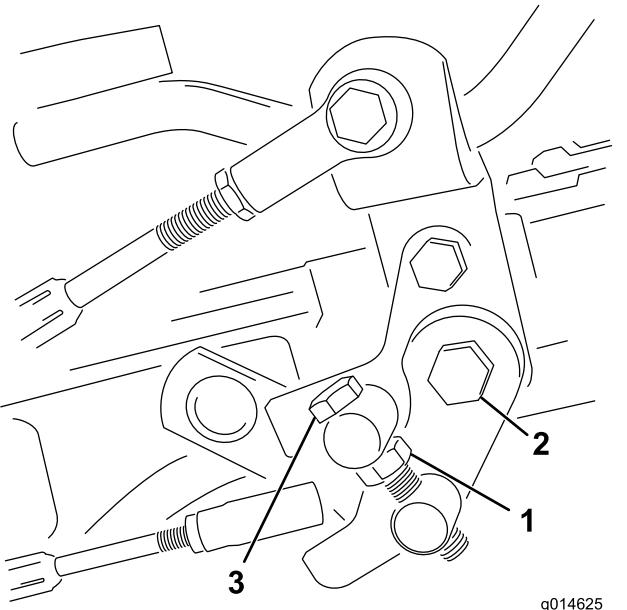

図 49
- トラニオンボルトのジャムナットをゆるめる図 49。
4. トラニオンボルトのジャムナット、およびペダルピボットのナットを締め付けて調整を固定する図49。調整を確認し、必要に応じて再調整する。